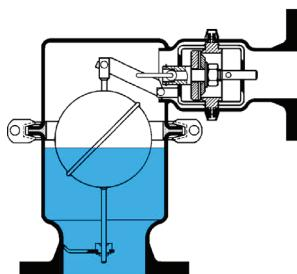

Рис. 3
3. Воздухоотводчики двойного действия реализуют обе рассмотренные выше функции. Данного типа воздухоотводчика имеет два седла: большое для реализации пусковой функции и малое для постоянной работы (Рис. 3). Примеры воздухоотводчиков двойного действия — EB1.74, EB1.84.